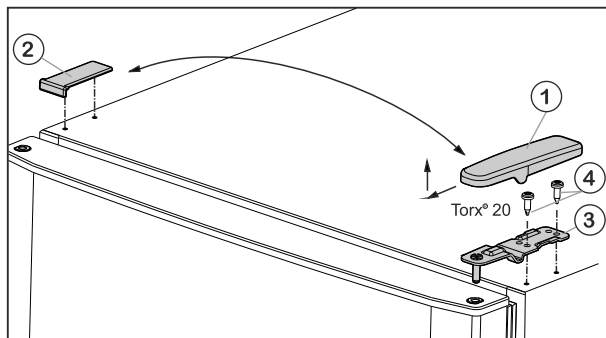

Fig. 5
- Afdekking Fig. 5 (1) naar voren en boven wegtrekken.
- Afdekking Fig. 5 (2) eraf nemen.
- Bovenste lagerbus Fig. 5 (3) losschroeven (2 maal Torx® 20) Fig. 5 (4) en naar boven eraf trekken.
- Plaats de bovenste lagerbus Fig. 5 (3) aan de nieuwe scharnierkant in de deur.
- Bovenste lagerbok **vastschroeven (met 4 Nm)** (2 keer Torx® 20) Fig. 5 (4). Eventueel een accuboormachine gebruiken.
- Afdekking Fig. 5 (1) aan de andere kant buiten plaatsen en vastklikken.
- Afdekking Fig. 5 (2) steeds aan de andere kant van bovenaf plaatsen en vastklikken.